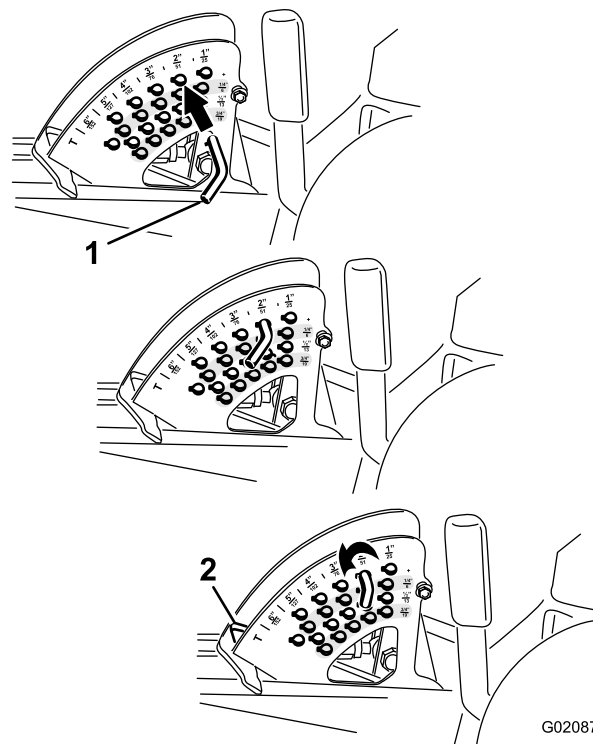

Figura 43
2. Per regolare l'altezza di taglio, girate la spina di arresto fin quando la spina interna non è allineata con gli intagli previsti nei fori della staffa dell'altezza di taglio, e toglietela (Figura 43).
3. Nella staffa dell'altezza di taglio scegliete un foro corrispondente all'altezza di taglio desiderata, inserite la spina e bloccatela per mantenere questa posizione (Figura 43).
Nota: Vi sono 4 file di fori di posizionamento (Figura 43). La fila superiore fornisce l'altezza di taglio elencata sopra la spina. La seconda fila fornisce l'altezza elencata più 6 mm. La terza fila fornisce l'altezza elencata più 13 mm. La fila inferiore fornisce l'altezza elencata più 18 mm. La posizione di 15,8 cm ha un solo foro, situato nella seconda fila, che non aggiunge 6 mm alla posizione di 15,8 cm.